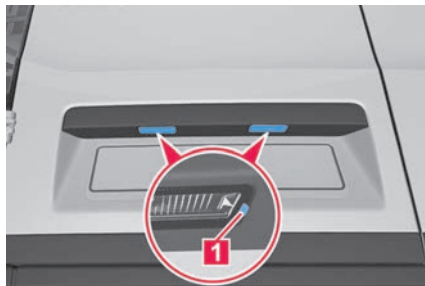

Abb. 170 In der linken Flügeltür: Kennzeichenleuchte.
2. Lampenhalter mit der Hand ausclipsen → **Abb. 170**.